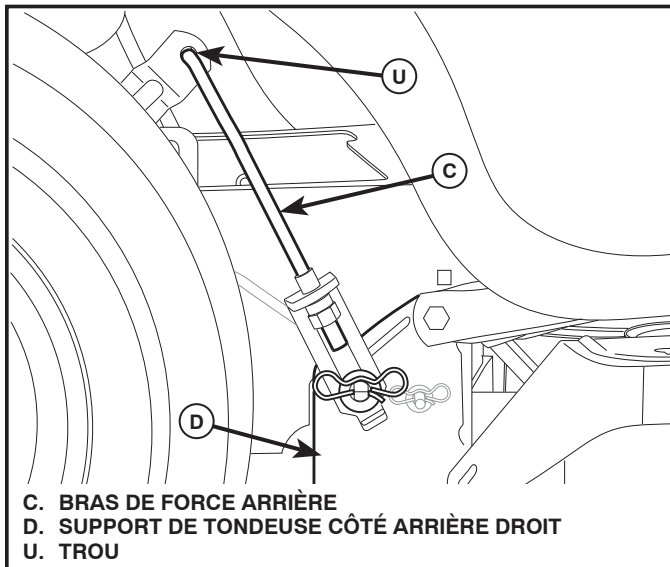

Fig. 34
7. ATTACHER LES BRAS DE FORCE ARRIÈRE (C) (Voir la Fig. 34)
- Insérer l'extrémité de la tige du bras de force arrière (C) dans le trou (U) du bras de suspension d'arbre et pivoter le bras vers le bas de la tondeuse.
- Lever le coin arrière de la tondeuse et placer la fente dans le bras sur la goupille sur le support arrière de la tondeuse (D) et fixer avec une grande rondelle et un grand ressort de retenue.